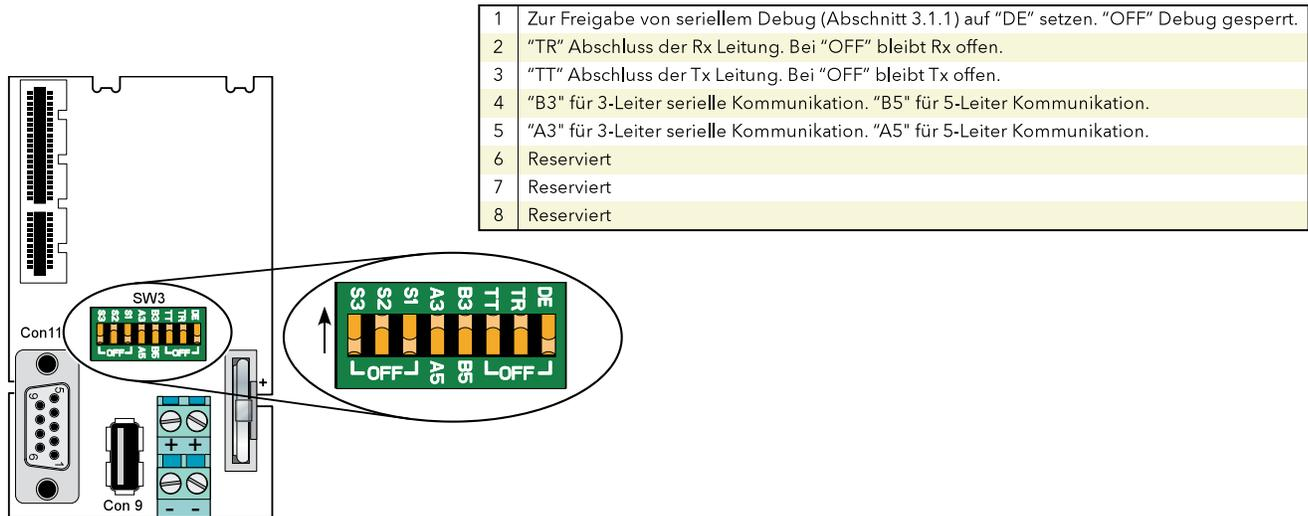

Abbildung 10 Konfiguration der Kommunikations Hardware
2. 3-Leiter/5-Leiter Betrieb wählen Sie über den 8-fach Schiebeschalter (SW3) auf der IOC Klemmeneinheit aus. Sie können die Tx und Rx Leitungen auch über andere Elemente dieses Schalters abschließen (mit 150 Ω Widerständen). Details in Abbildung 10.